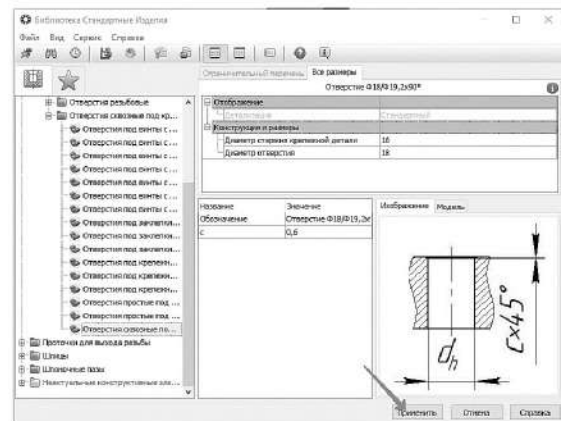

Рисунок 3.74. Выбор отверстия
6.9 В окне Библиотеки Стандартные Изделия нажмите кнопку **Применить** (рисунок 3.74).